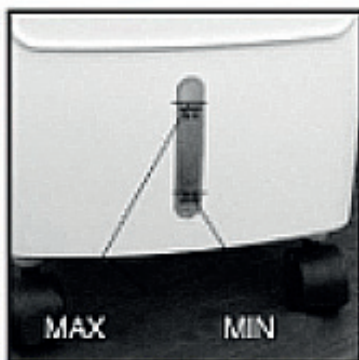

Fig 2
- a - Prestare attenzione al livello del serbatoio dell'acqua quando si aggiunge acqua (Fig. 2).